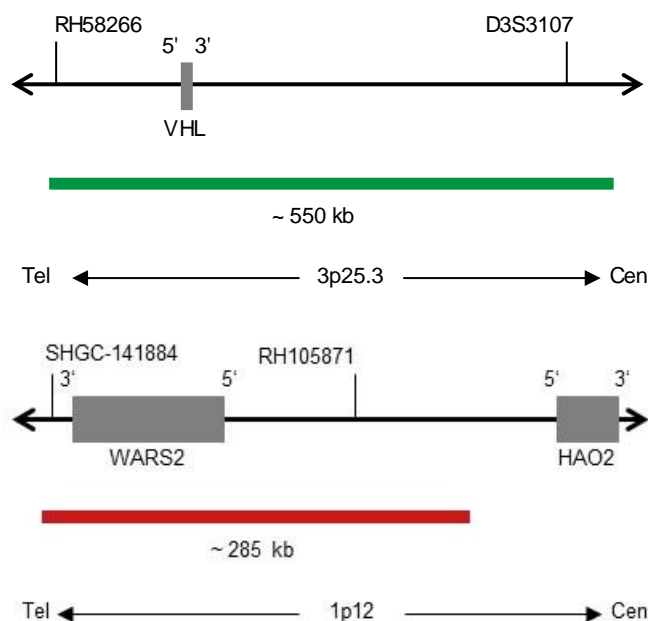

Fig. 1 : En haut : Carte de la sonde SPEC VHL ; En bas : Carte de la sonde SPEC 1p12
- Polynucléotides marqués au ZyGreen (excitation 503 nm/émission 528 nm) (~10 ng/μl), qui ciblent une séquence de 3p25.3* (chr3:10,051,220-10,598,496) hébergeant la région du gène VHL (voir figure 1).